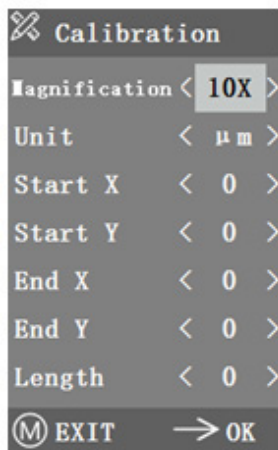

Figure 5-7
2. Accédez au menu Étalonnage, comme le montre la figure 5-7.